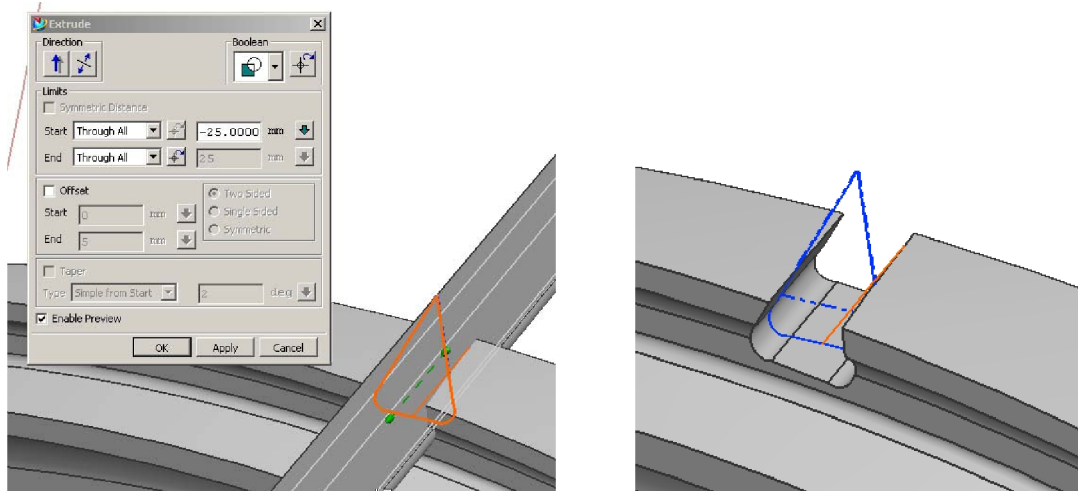

Рис. 46. Построение паза замка
• Создайте с помощью эскиза поперечного сечения паза хвостовика паз в диске. Для этого протянем полученное сечение вдоль оси замка: выделить соответствующий эскиз в **Part Navigator** и выбрать **Insert** → **Design Feature** → **Extrude**, вызвать **Extrude Dialog** - , задать **Symmetric Distance** и **Through All** как начало и конец протягивания, выбрать в **Boolean** опцию **subtract** - , указать на диск, как на **target body**. В результате получим паз замка (Рис. 46).